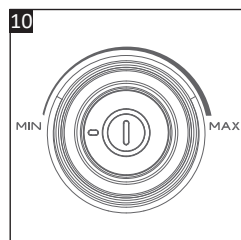

Fig. 10
- Gire la perilla de control de la potencia de succión (13) para ajustar la potencia de succión de acuerdo con el tipo de superficie a limpiar (Fig. 10).